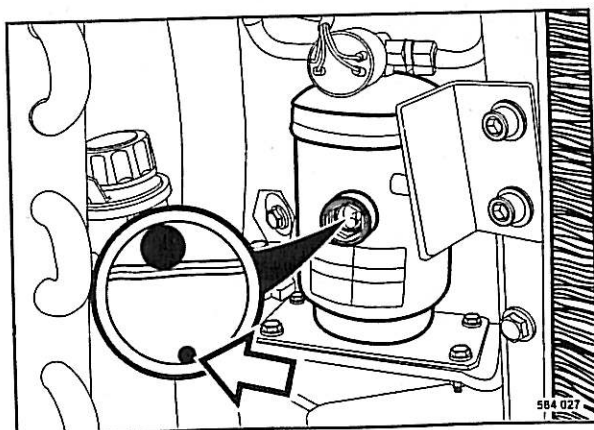

Fig. 105
- Comprobar la perla indicadora de humedad (Fig. 105) en el cristal de observación de la unidad secadora/colectora.